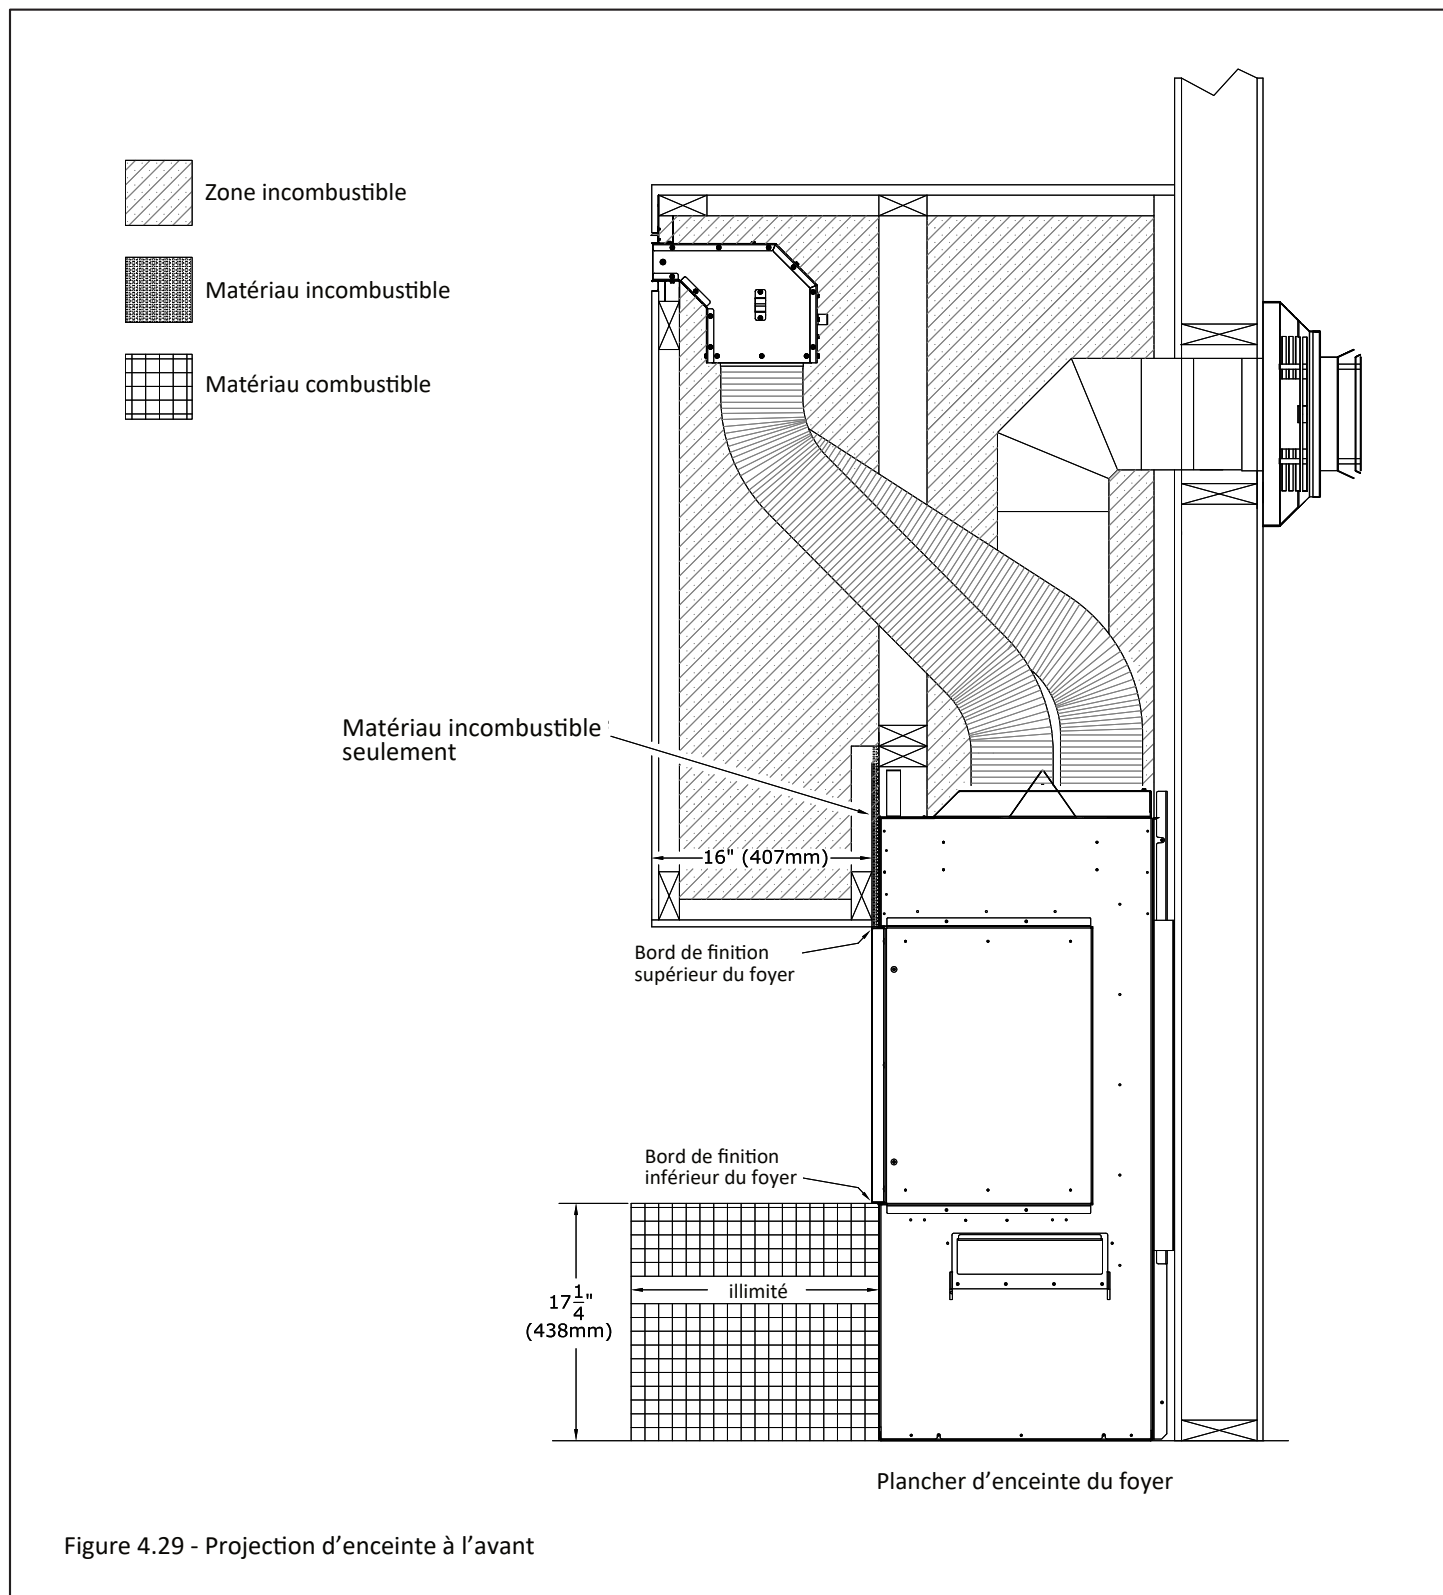

Figure 4.29 - Projection d'enceinte à l'avant
- **Projection du manteau incombustible:** Un manteau incombustible ayant 16 po (406 mm) de projection maximum peut commencer à 0 po (0 mm) du bord de finition supérieur du foyer. Voir la Figure 4.29.
- **Projection d'enceinte incombustible:** Une enceinte de foyer en matériaux incombustibles ayant une projection maximum de 16 po (406 mm) peut être installée à 0 po (0 mm) des bords de finition supérieur et latéraux du foyer. Voir la Figure 4.29.
La Figure 4.29 montre le kit KZK installé dans une enceinte incombustible ayant 16 po (406 mm) de projection à l'avant.